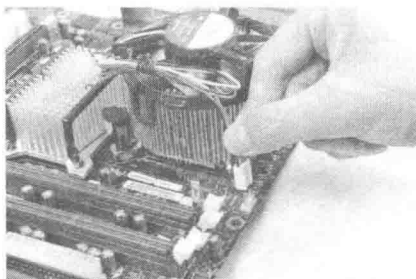

图 1-11 插入 CPU 电源线
(6) 将风扇电源线插入主板相应的接口,主板上的标识字符为 CPU_FAN,如图 1-11 所示。